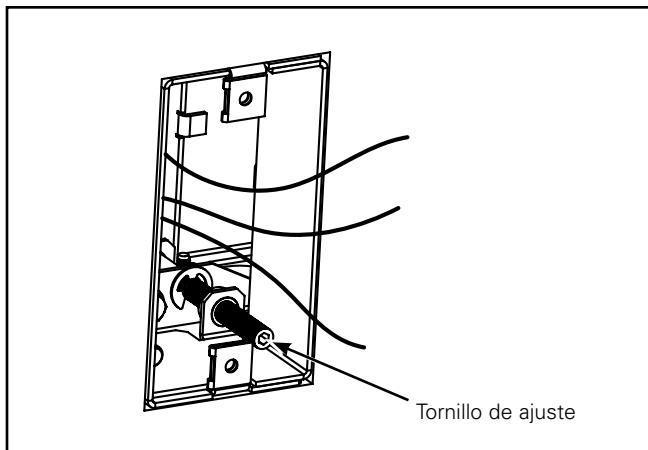

Figura 4.
4. Coloque tablarroca u otro material de pared y ajuste la profundidad de la caja de derivación, girando el tornillo de ajuste con una llave hexagonal allen de 1/8" (no incluida) (Figura 4).